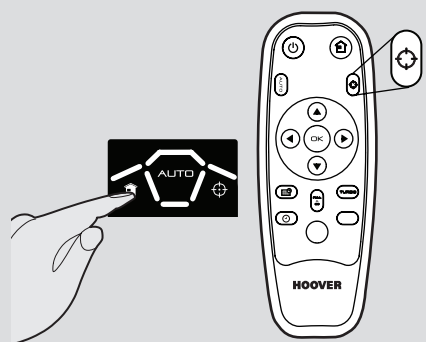

Fig. 8
**Vous pouvez activer le mode de nettoyage automatique en : [Fig. 8]**